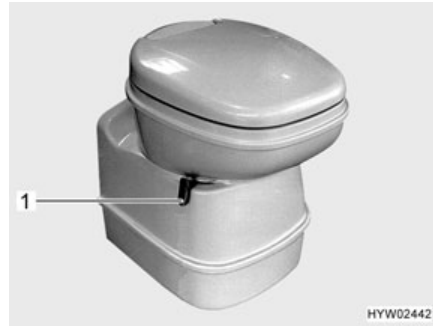

Fig. 165 Taza del inodoro Thetford, basculable
- Antes del lavado, abrir la corredera del inodoro Thetford. Para ello, empujar la palanca de corredera (Fig. 165,1) en sentido contrario a las agujas del reloj.
- Girar la palanca de corredera (Fig. 165,1) en sentido de las agujas del reloj. Se cierra la corredera. Para el vaciado **debe** estar cerrada la corredera en el inodoro Thetford.